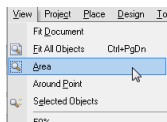
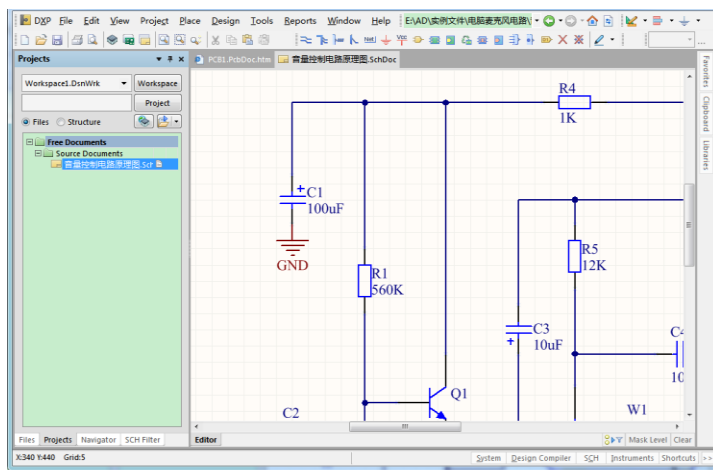

图 2.27
图 2.28
**Step 3** 选择菜单栏中的 View(察看) → Area(区域)命令,如图 2.27 所示,光标变成“十”字形形状,单击鼠标确定矩形区域的一个顶点,拉开一个矩形区域后,再次单击鼠标确定区域的对角顶点,该区域将在整个编辑窗口内放大显示,如图 2.28 所示。